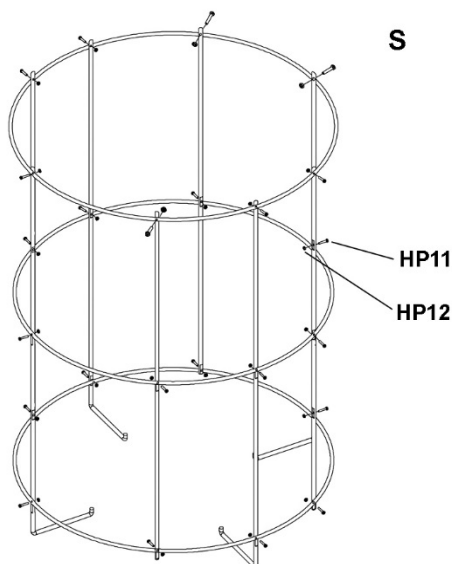

Abbildung 13
18. Die kurzen und die langen Rahmenstützstreben wie in Abb. 13 gezeigt abwechselnd in die Bügel einschrauben. Mit den je 24 Flachkopfschrauben und Sechskantmuttern (HP11, HP12) sichern. (Hinweis: Die Wölbungen an den langen Stützstreben müssen wie in der Abbildung gezeigt nach innen weisen.)